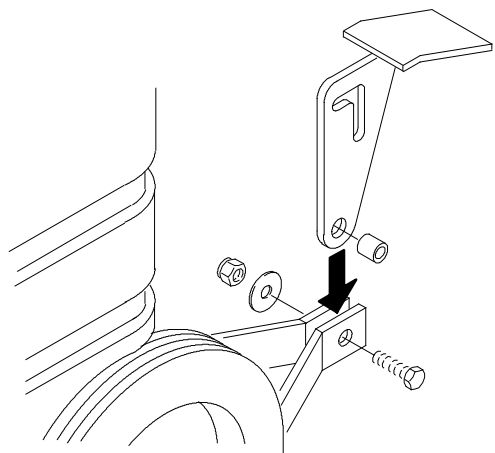

図 3
8. ペダルに空いた穴にスペーサーを差し込んでから、スクイージーブラケットの2つの穴の間にペダルを差し込み、付属の六角頭ボルト・ワッシャー・ナットでブラケットとペダルを固定します。(図 3)。